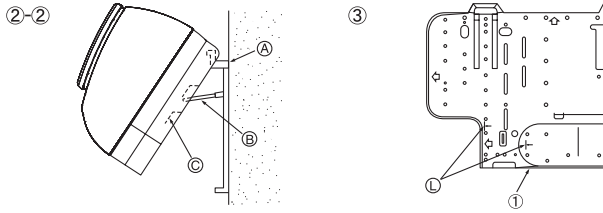

Fig. 3-6
- ②-② Destek parçasını (montaj levhasına tutturulmuştur) şekilde görüldüğü üzere ünitenin arkasındaki oluklara geçirmek suretiyle iç üniteyi kaldırın. (Fig. 3-6) Boru tesisatı vb. işler tamamlanınca destek parçasını montaj levhasındaki yerine yerleştirin. (Eğer ünite sağlam bir şekilde tespit edilmezse cihazın çalışması sırasında titreşim oluşabilir.)